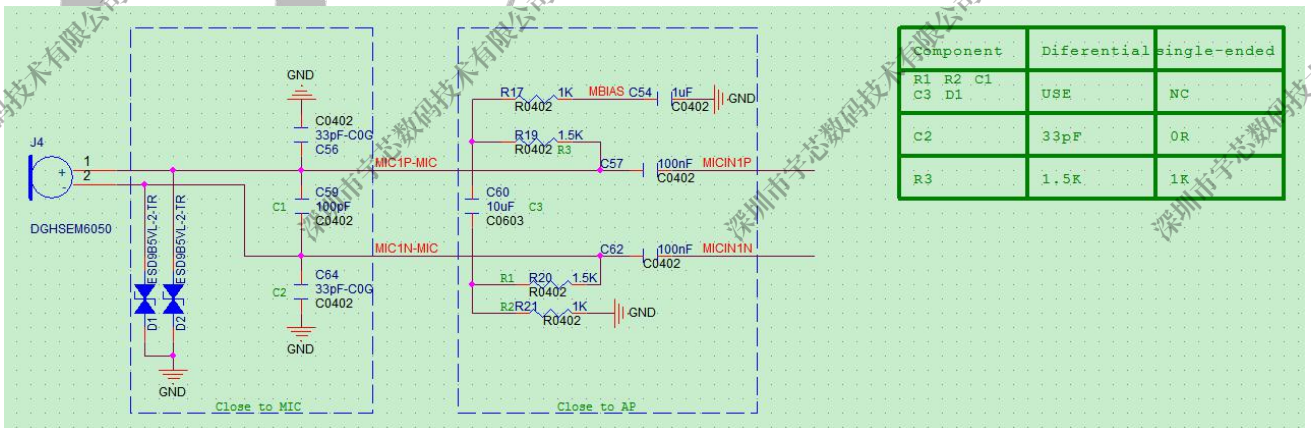

图 2-47 MIC 电路设计
- 本地 MIC 的电路设计推荐了单端设计和类差分设计方案，如果产品需 costdown，建议采用单端设计方式，可以省掉一个ESD 器件。如果需提高mic 音质和抗干扰性，推荐采用类差分设计。如图 2-47 所示：
- 耳机 MIC 和本地 MIC 的偏置电阻需要根据差分或者单端进行匹配。如图 2-47 所示的电阻 R17/R19/R20/R21。